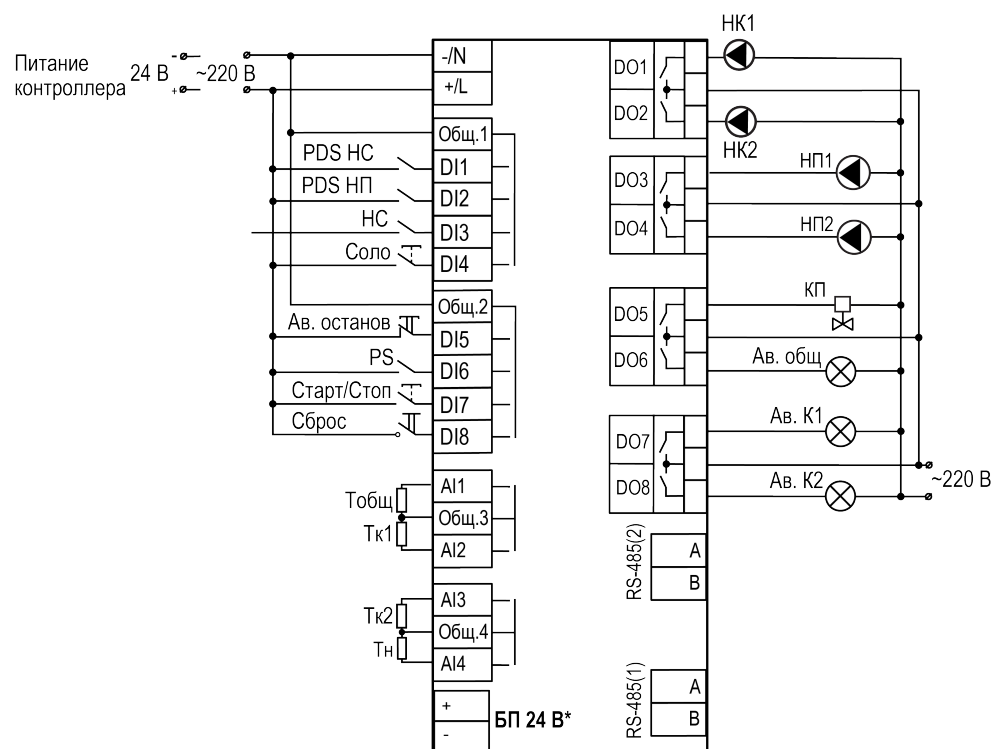

**Рисунок 7.3 – Отсоединение съемных частей клемм**
1. Отсоединить съемные части клемм от прибора (см. рисунок 7.3).